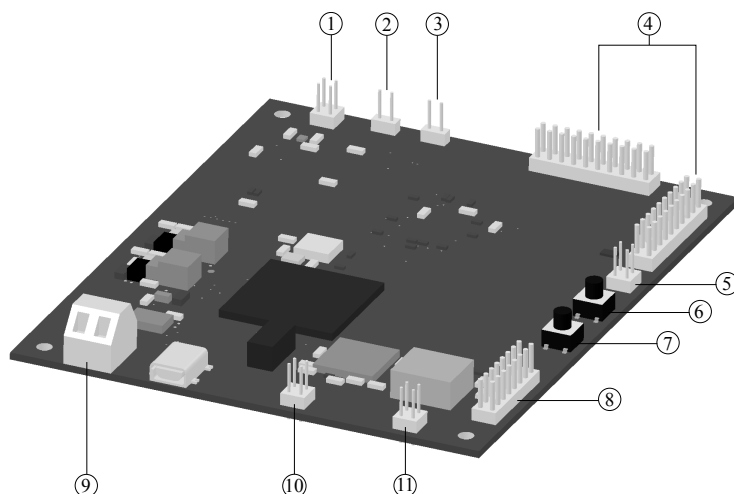

Рис. 4.1. Внешний вид блока измерений В5-Е1-Е
2. Подключить блок питания к разъёму 9 (рис. 4.1). Напряжение блока питания должно составлять 6..15 В.
3. После включения питания на внешних индикаторах, подключенных к разъёму 8 (рис. 4.1), светодиоды FPGA и PWRG должны гореть зелёным (см. табл. В.5). Светодиод PWRR гореть не должен.
Для подключения блока измерений к ПК используется разъём UART (см. рис. 4.1).
После выполнения настроек на внешних индикаторах, подключенных к разъёму 8 (рис. 4.1), светодиод LINK должен непрерывно гореть зелёным (см. табл. В.5).
Для подключения блока к линии E1 используются разъёмы, обозначенные цифрами 2,3 на рис. 4.1.